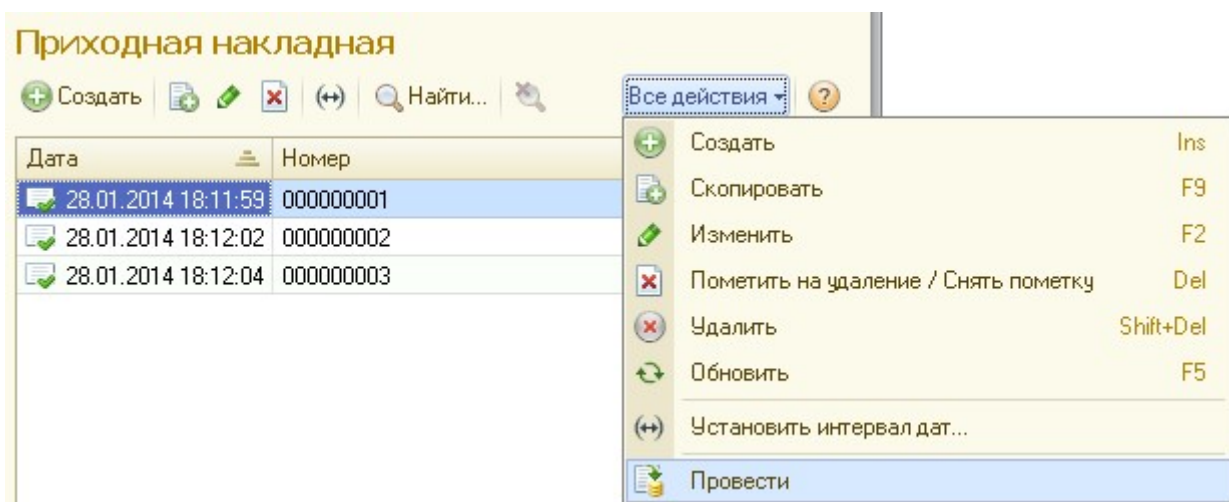

Рисунок 41 Проведение документа
8. Запустите в режиме «1С:Предприятие» и создайте несколько новых приходных накладных или перепроведите уже созданные. Это можно сделать, не открывая документ. Выделите документ в списке, нажмите кнопку «Все действия», выберите пункт «Провести» (рис. 41) Проверьте появление записей в регистре накопления «Остатки материалов». По завершению вернитесь в режим «Конфигуратор».